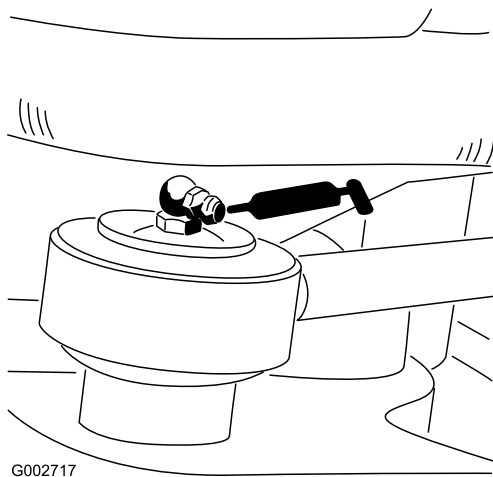

Figura 23
- 1 cuscinetto dell'estremità dell'asta del cilindro dello sterzo - Solo modello 08705 (Figura 23).